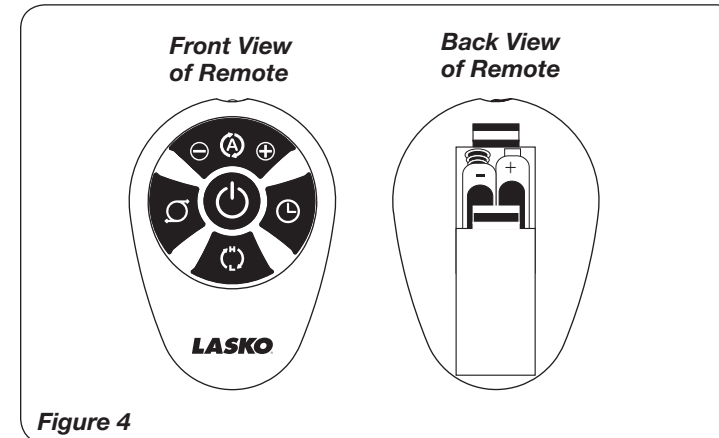

Figure 4
- Align the Base Assembly with the Column Support Assembly. Make certain to align the Locating Notch on the Column Support Assembly with the Key on the Base Assembly (Figure 4). Attach the Base Assembly to the Column Support Assembly with (4) M5 X 13 mm Screws. Gently pull any excess slack of the Power Supply Cord and place it in the Cord Channel of the Base Assembly. (Figure 5)
3. Alinee el **Conjunto de la Base** con el **Conjunto de Soporte de Columna**. Cerciérese de que la **Muesca de Ubicación** en el **Conjunto de Soporte de Columna** quede alineada con la **Llave** en el **Conjunto de la Base** (Figure 4). Una el **Conjunto de la Base** al **Conjunto de Soporte de Columna** con (4) tornillos M5 X 13 mm. Jale suavemente el **Cable Eléctrico** para que no quede holgado, y colóquelo en el **Canal Para Cable** del **Conjunto de la Base**. (Figure 5)
REMOTE CONTROL (Figure 4)
1. Install the two "AAA" batteries supplied. (Figure 4)